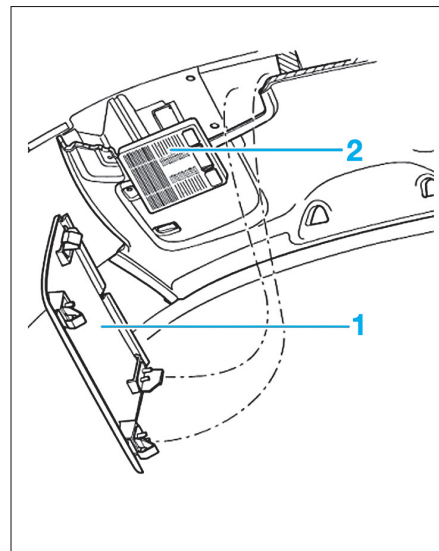

Fig. 77
- le cache (1) à l'aide d'un tournevis (Fig.77),